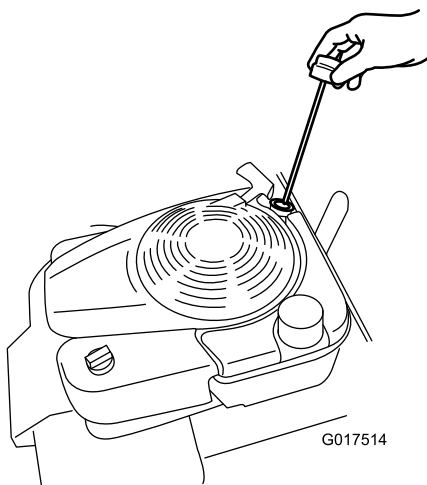

Рисунок 12
- Извлеките масломерный щуп (Рисунок 12).